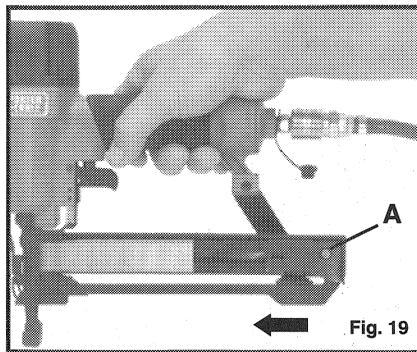

Fig. 19
4. Déprimez le bouton de verrouillage du poussoir (A) Fig. 19 afin de le déverrouiller et de lui permettre de glisser et de venir se positionner contre les agrafes.